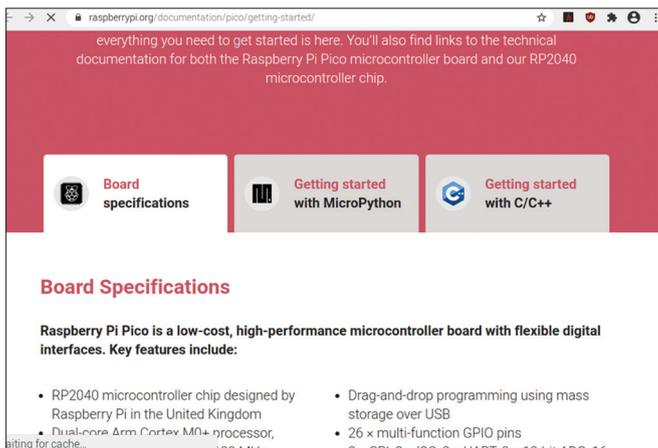

Bild 2.3: Angezeigte Meldung.
- Sie sollten die Meldung **Welcome to your Raspberry Pi Pico** in einer Webseite angezeigt bekommen (Bild 2.3).